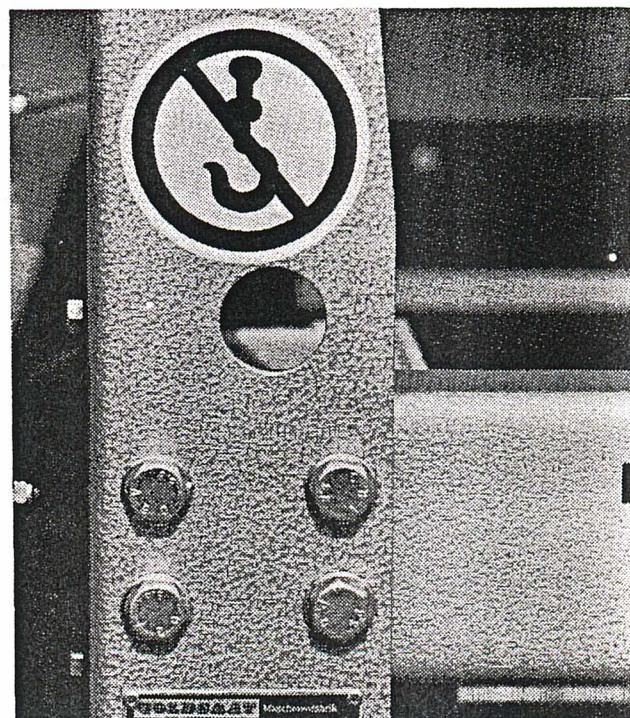

Bild 1: Befestigungssöse 9. Diese Ösen dienen nicht zum Anheben der Geräte!
An jedem Kühlgerät sind seitlich Bohrungen (9) angebracht - Bild 1. Sie dienen zur Befestigung bei Transporten. Achtung! Kühlgeräte dürfen hier auf keinen Fall angehoben werden! Zum Heben mit Kränen sind die Zugvorrichtungen nur unter dem Gestell anzusetzen!